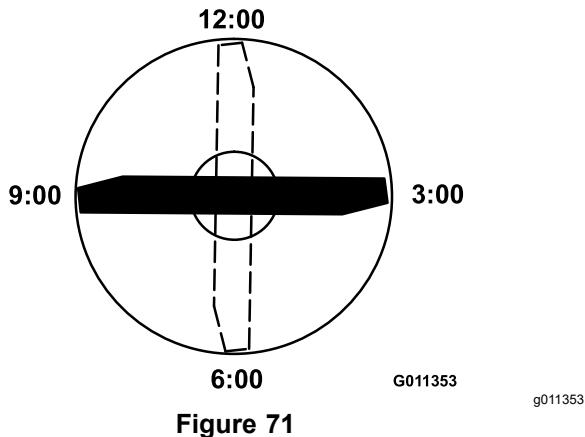

Figure 71
- Positionnez le tranchant de l'extrémité repérée à la position 12 heures (droit devant dans la direction de la tonte) et mesurez la hauteur de la surface plane au tranchant de la lame (Figure 71).
- Tournez l'extrémité repérée de la lame aux positions 3 et 9 heures et mesurez les hauteurs respectives (Figure 71).